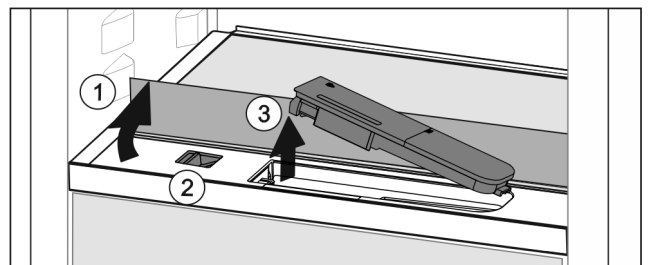

Fig. 119
- ▶ Nadvihnite sklenú dosku a až na doraz ju sklopte dozadu Fig. 119 (1).
- ▶ Potlačte posúvač Fig. 119 (2) doľava.
- ▶ Vyberte nádržku na vodu Fig. 119 (3).